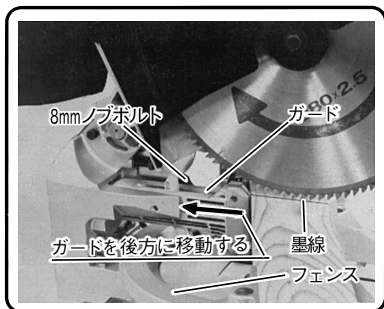

図 17
(2) 角度切断および複合切断(角度切断+傾斜切断)の場合。(図17)
8mmノブボルトをゆるめ、ガードを図17の矢印方向(後方)へずらし、フェンス面より出っ張らないようにしてください。